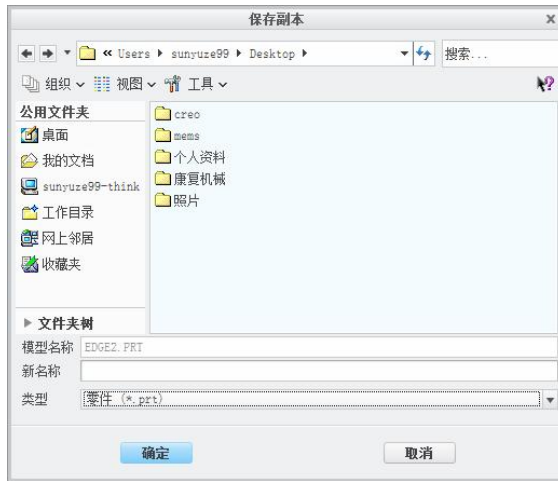

图 2-11 “保存副本”对话框
(1) 保存激活对象。从主菜单“文件”中选择“保存”命令，或者单击工具栏中的图标按钮, 也可以使用快捷键 Ctrl+S，系统弹出“保存到”对话框，选择目录后确定即可。此时无法修改文件名称。
(2) 保存副本。从主菜单“文件”中选择“另存为”下的“保存副本”命令，系统显示如图 2-11 所示对话框。基本操作同“文件打开”对话框一致。在“新名称”文本框中输入新的文件名并单击“确定”按钮即可。如果对当前文件不满意，可以进行更多的选择。
(3) 备份文件。从主菜单“文件”中“另存为”下的选择“保存备份”命令，系统显示“备份”对话框。它基本上同保存一致，只是“保存到”变为“备份到”，选择文件夹名称并确定即可。与保存文件不同的是，备份文件还处理内存中的文件。